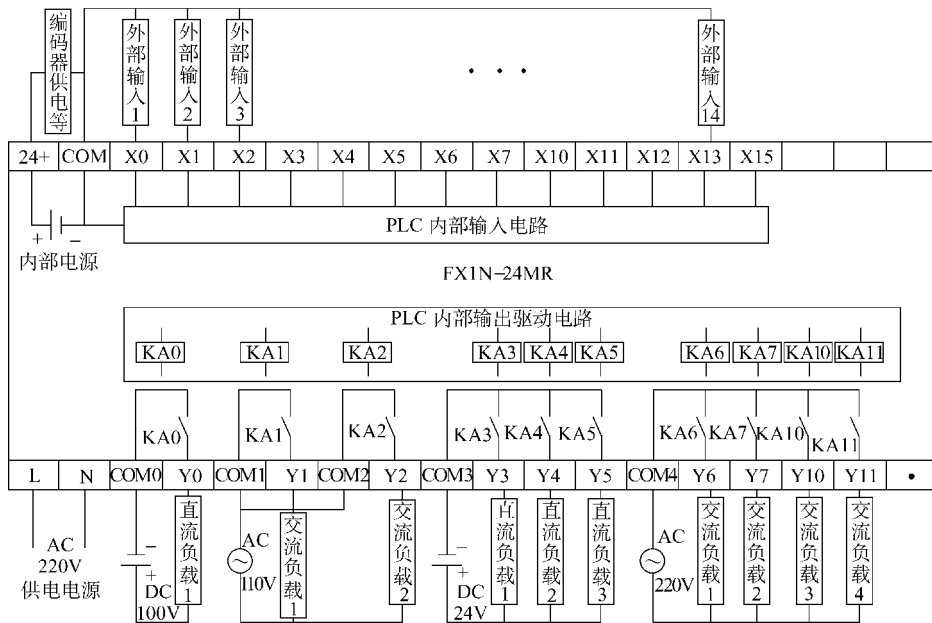

图 1-7 FX1N-24MR 端子排控制电路
2) 输入端子排, 只有一个 COM 端子, 为输入信号公共端子, 当 X0 ~ X15 任一端子与 COM 接通形成输入通路时, 都可以形成输入信号。产生输入信号的实质, 是输入电路中产生了直流输入电流 (见图 1-7)。其中 L、N 为 PLC 供电电源接入端, 一般情况下, 接市电交流 220V 供电, 当然由隔离变压器提供供电或稳压电源提供供电, 效果更好。输出端子有 COM0 ~ COM4 共 5 个公共端子, 说明输出端子可连接 5 路相互独立的负载电路, 其中 Y0、COM0 端子内部为一只独立的继电器常开触点电路, 与 Y1 ~ Y11 没有电气联系。Y1 与 COM1、Y2 与 COM2 都为独立的控制输出电路; 而 COM3, 则为 Y3、Y4、Y5 3 个输出端的共用电路端子, COM4 则为 Y6、Y7、Y10、Y11 4 个输出端的共用电路端子。采用多个输出电路的好处, 可适应不同负载电路 (供电电压) 的灵活连接, 如图 1-7 所示。24+、COM 端子间为 24V 直流电压输出, 此 24V 在内部为 X 输入端子电路的供电电源, 引出后, 可作为外接仪器用电源, 如用作旋转编码器的直流供电电源。
图 1-7 给出了 4 种输出负载电路的连线, Y6 ~ Y11, 所接负载共用 220V 交流供电; Y3 ~ Y5, 所接负载共用直流 24V 供电; Y1、Y2 所接负载共用交流 110V 供电, 因两个负载电器为进口电器, 供电电压级别为交流 110V。因 Y1、Y2 内部电路是独立的, 所以需将 COM1 和 COM2 两个端子并联起来, 以共用 110V 控制电源。